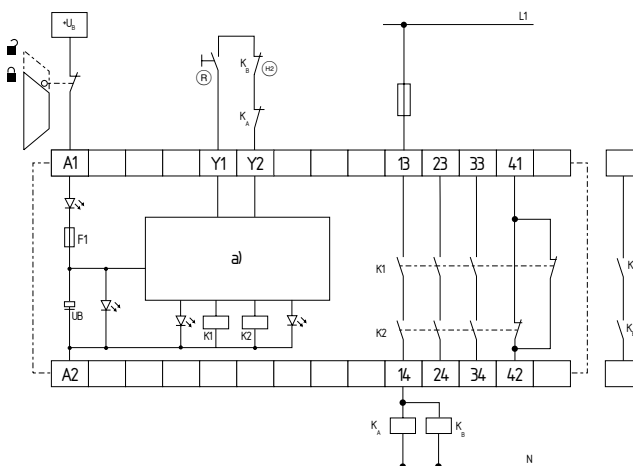

Fig. 2
**Controllo a un canale, rappresentato utilizzando l'esempio di un sistema di sorveglianza porta con un contatto ad apertura obbligata e pulsante di Reset esterno (R) (vedere Fig. 2)**
- (R) = Circuito di ripristino